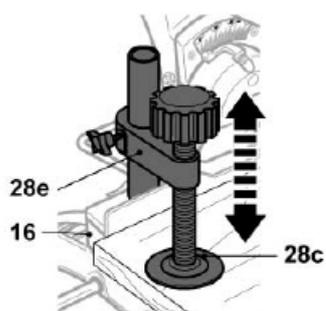

Fig. 26
- > Réglez la plaque [28c] et le support [28e] à la hauteur requise (Fig. 26), puis immobilisez la pièce.